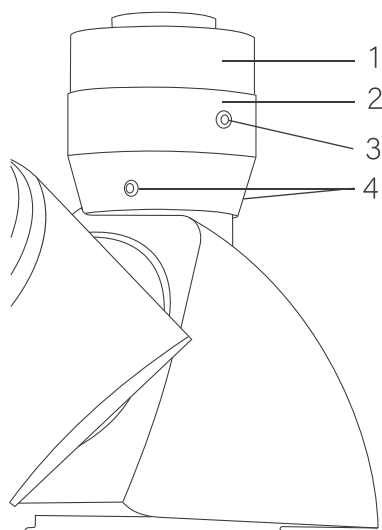

Рис. 15. Канал визуализации.
- Установите камеру на адаптер C-mount 1 (рис. 15).
- Если изображение находится не по центру, ослабьте центрирующие винты 4 (рис. 15) и отрегулируйте положение камеры так, чтобы изображение переместилось в центр.
- При необходимости скорректируйте фокусировку подвижкой адаптера 1 (рис. 15).
- Затяните стопорный винт 3 (рис. 15).
- Ослабьте стопорный винт 3 (рис. 15) и поверните камеру с адаптером вокруг оси так, чтобы отображаемое направление изображения совпало с направлением движения предметного столика и затяните винт 3.
- При необходимости подфокусируйте изображение объекта подвижкой адаптера 1 (рис. 15).